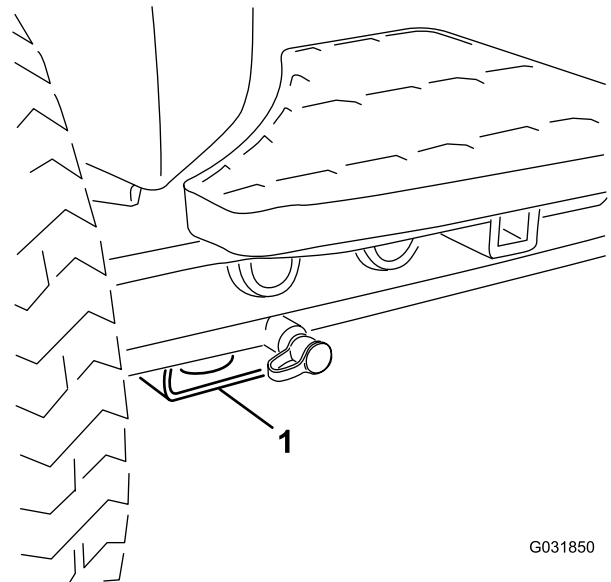

Figura 44
- Dianteira – pastilha retangular, por baixo do tubo do eixo, dentro de cada pneu dianteiro (Figura 44).